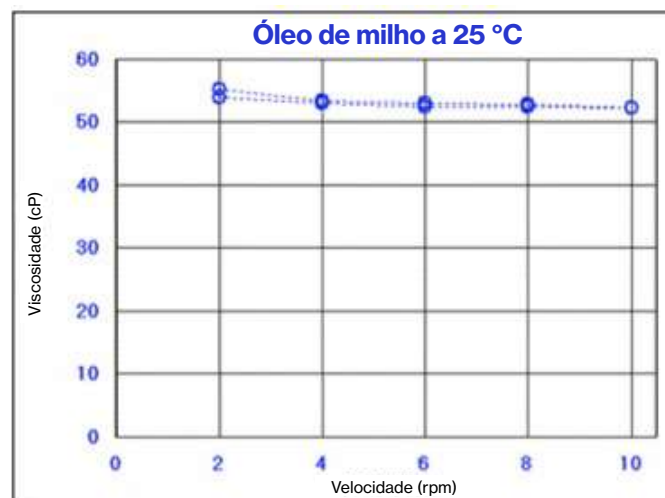

Figura 1: Viscosidade vs. Velocidade de Rotação
- Figura 1: A viscosidade do óleo de milho permanece relativamente constante (entre 55 cP e 52 cP) na faixa de velocidade analisada.
- Figura 1: Viscosidade vs. Velocidade de Rotação – Método 1, apresentando viscosidade relativamente constante.